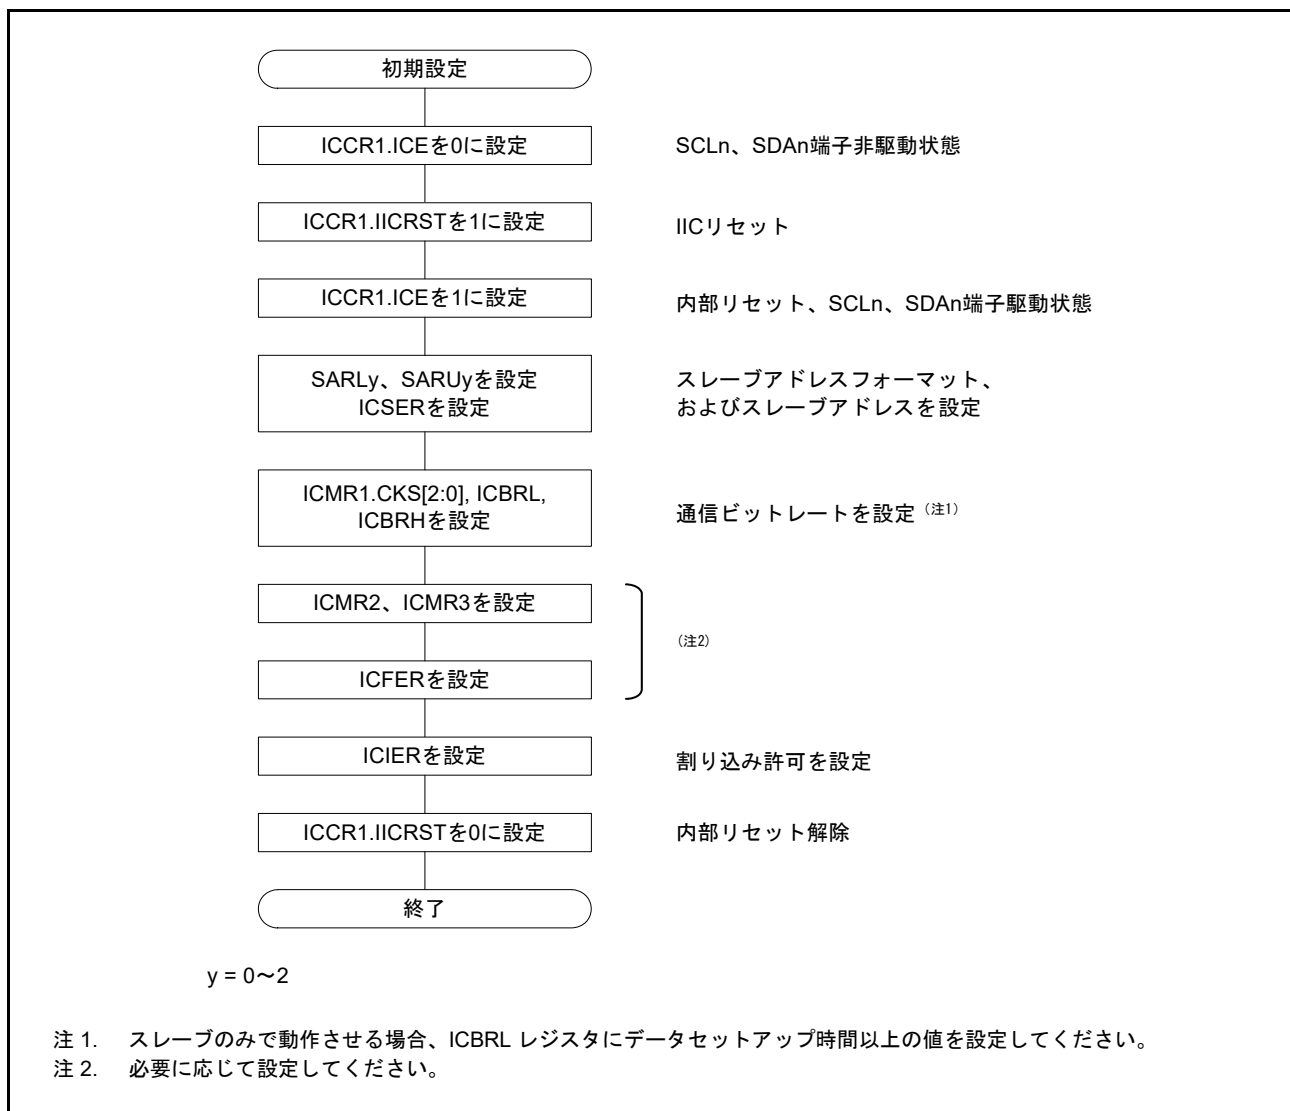

図 34.5 IIC の初期化フローチャート例
データの送受信を開始する前に、図 34.5 に示す手順に従って IIC を初期化してください。
4. SARL_y、SARU_y、ICSER、ICMR1、ICBRH、ICBRL の各レジスタ ($y=0\sim 2$) を設定します。必要に応じて、それ以外のレジスタも設定します。IIC の初期設定は、図 34.5 を参照してください。